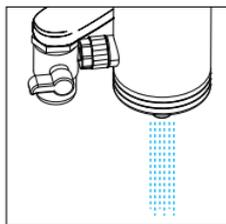

Figura 1.2
- 4 Cambie la palanca a la posición nivelada y haga correr agua hacia el sistema ligeramente. Enjuáguelo durante 3 minutos durante el primer uso. [Figura 1.2]